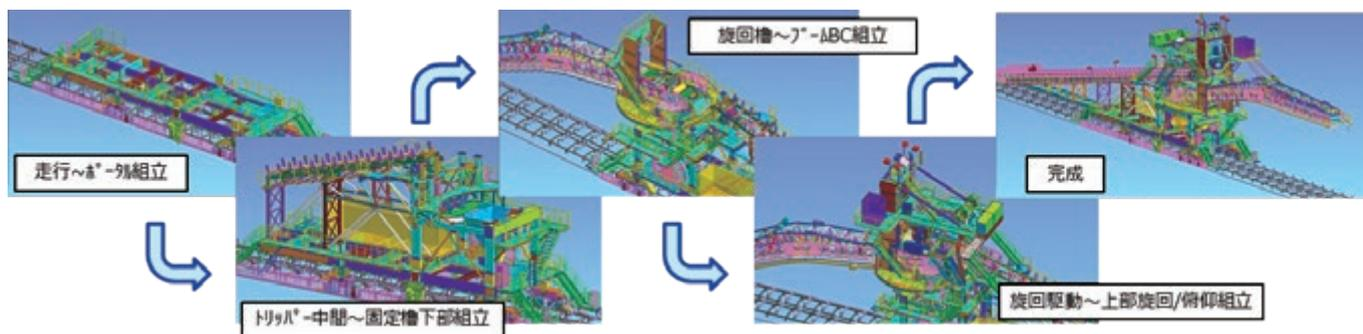

図4：組立手順
3.1にも示した3Dモデルにより組立手順を工事部門と施工者が共有することで、施工要領を明確にする事が出来た。(図4) 効率の良い地組→上架を行う事で工期の短縮を図り、且つGL上で安全な組立を実施する事が出来る。例えば、通常組立後に行なう配管・配線ラック工事を先行して部分的にGL上で行う事で、足場仮設やスカイマスター等の重機使用を削減する事が可能となり、費用面・工期面共に効果を出している。